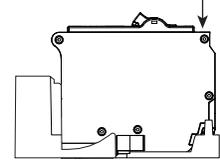

Figura 8
- Para retirar las **ventanas removibles (R)**, golpee primero con un destornillador, después gire con las pinzas hasta que se desprenda (Figura 8).